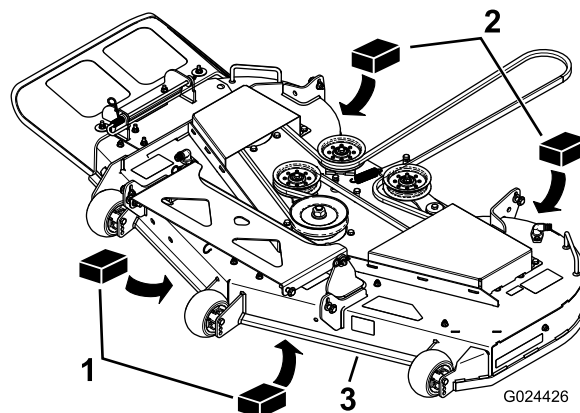

Figura 61
3. Coloque dos bloques de 6.6 cm (2 5/8") debajo de cada lado del borde delantero de la carcasa, pero no debajo de los soportes de los rodillos protectores del césped (Figura 61).
4. Coloque dos bloques de 7.3 cm (2 7/8") debajo del borde trasero del faldón de la carcasa de corte, uno en cada lado de la carcasa de corte (Figura 61).